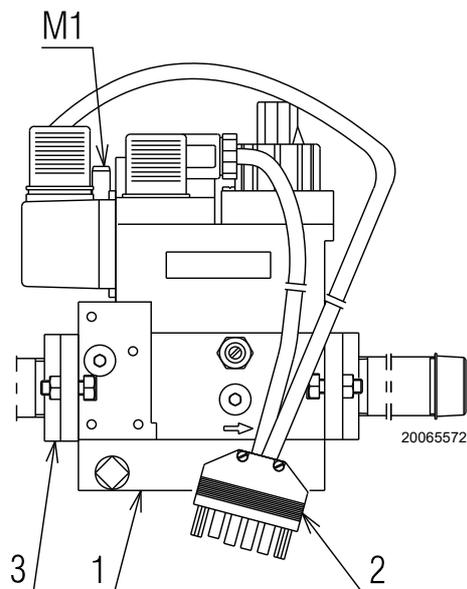

Abb. 15
Die Gasarmatur 1)(Abb. 15) ist für die Installation sowohl links als auch rechts neben dem Brenner vorgesehen.
- die Schrauben des 6-poligen Steckers 2)(Abb. 15) der Gasarmatur lösen;